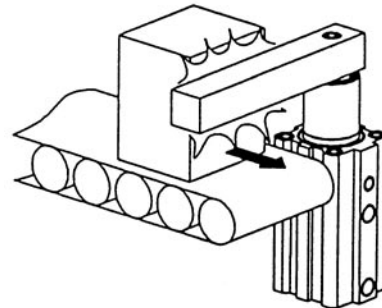

Fig. 4
- 2) No realice ninguna acción (como el amarre o la utilización como tope, etc.) en el sentido de giro (Fig. 4).